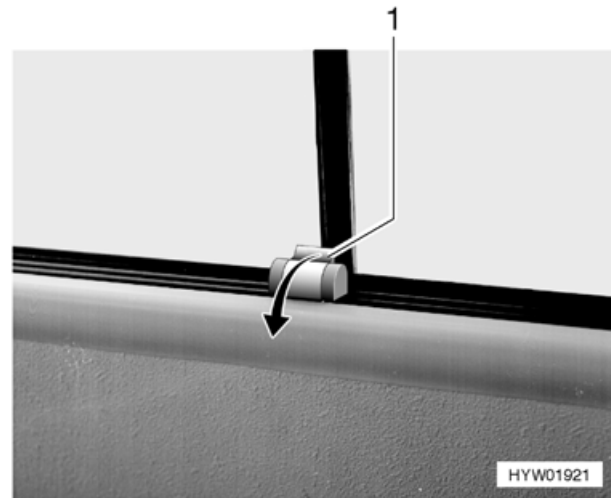

Bild 25 Schiebefenster
- Verriegelung (Bild 25,1) nach innen kippen.